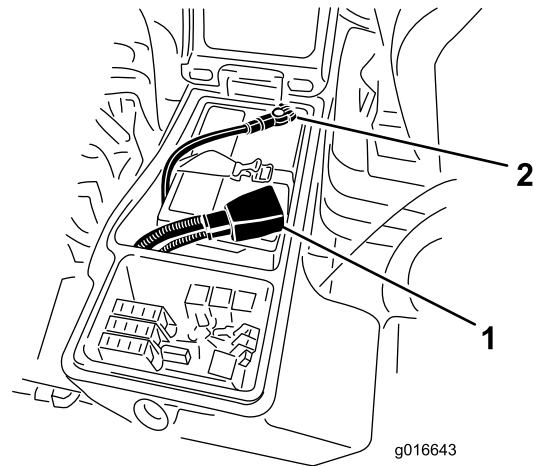

図 58
- 赤いケーブルをバッテリーの端子に、黒いケーブルはバッテリーの端子に固定する 図 58